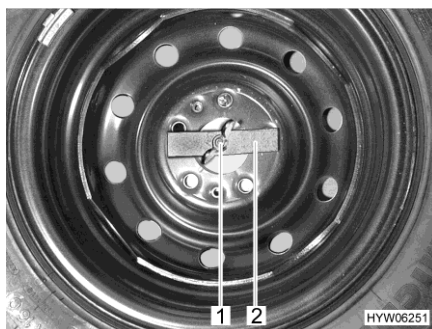

Bild 240 Reservhjul i det bakre bagageutrymmet
- Vingsmutter (Bild 240,1) lossas för hand och skruvas av.
- Tryckstycket (Bild 240,2) tas bort.